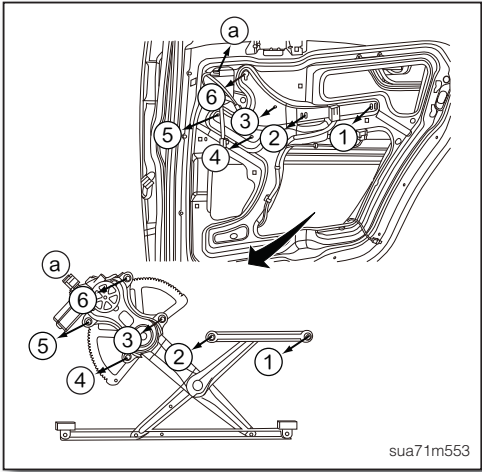

图8
7. 拆开右后车门玻璃调整器总成的线束接头a(如图8)。
8. 拆下右后车门玻璃调整器总成固定螺栓①~⑥(如图8)，然后取出右后车门玻璃调整器总成。